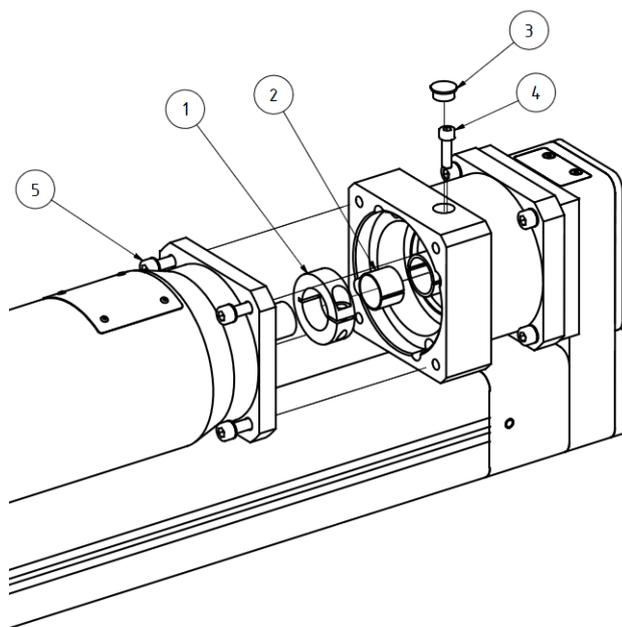

Abbildung 24: Demontage eines Ex-Motors
- ◆ Abdeckkappe (siehe Abbildung 24 Pos. 3) entfernen und Klemmschrauben (siehe Abbildung 24 Pos. 4) lösen
- ◆ Befestigungsschrauben des Motors lösen (siehe Abbildung 24 Pos.5)
- ◆ Kontaktflächen von Motor, Motorwelle, Motorflansch, Hohlwellenbohrung, Klemmring (siehe Abbildung 24 Pos. 1) und Distanzhülse (siehe Abbildung 24 Pos. 2) reinigen.
- ◆ Distanzhülse (siehe Abbildung 24 Pos. 2) in die Hohlwellenbohrung einführen und auf Anschlag schieben.
- ◆ Klemmring (siehe Abbildung 24 Pos. 1) auf die Hohlwelle aufsetzen und auf Anschlag schieben.
- ◆ Befestigungsschrauben (siehe Abbildung 24 Pos. 5) des Motors leicht anlegen.
- ◆ Klemmschraube (siehe Abbildung 24 Pos. 4) leicht anlegen.
- ◆ Danach Klemmschraube (siehe Abbildung 24 Pos. 4) mit dem erforderlichen Anzugsmoment anziehen.
- ◆ Die Öffnung im Motorflansch mit der Abdeckkappe (siehe Abbildung 24 Pos. 3) verschließen